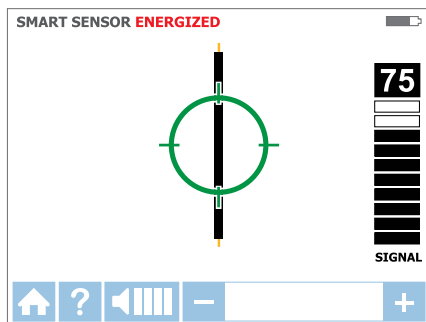

图3.1e
5. 绿色标靶符号表示接收器位于线缆的正上方。如果接收器不能锁定线缆，利用键盘上的“-”键降低灵敏度，或者将发射器设置为“LOW”(低)功率(精确)。(见图3.1e)。